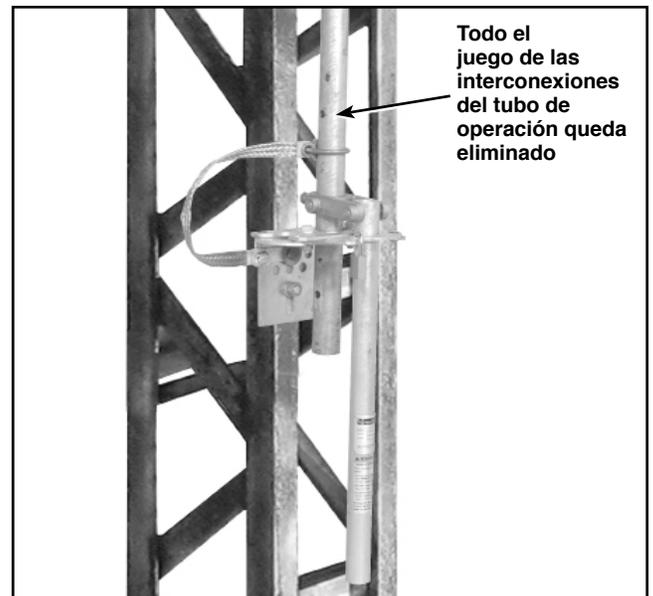

Figura 38. Verificación del enroscamiento.
**Paso 32** Mueva la palanca a la posición de cierre. Cerciórese de que se haya eliminado todo el juego de las interconexiones del tubo de operación *antes* de que la palanca pueda ser bajada hacia la ranura de la posición de cierre y, además, de que se requiera una presión sustancial para hacer que la palanca entre en la ranura de la posición de cierre. Ver Figura 38. Es muy importante lograr esta tensión “de rosca” en la interconexión operativa para asegurar el cierre adecuado de la cuchilla.